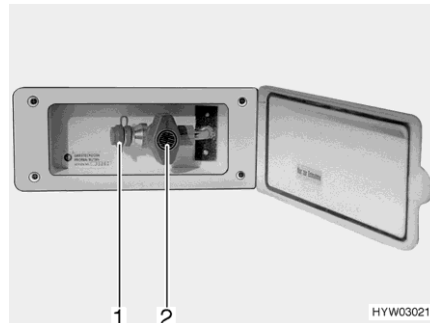

Fig. 82 Raccordement externe de gaz (robinet d'arrêt de gaz fermé)
- Raccorder l'appareil à gaz externe sur le raccord (Fig. 82,1).
- Ouvrir le robinet d'arrêt de gaz (Fig. 82,2).